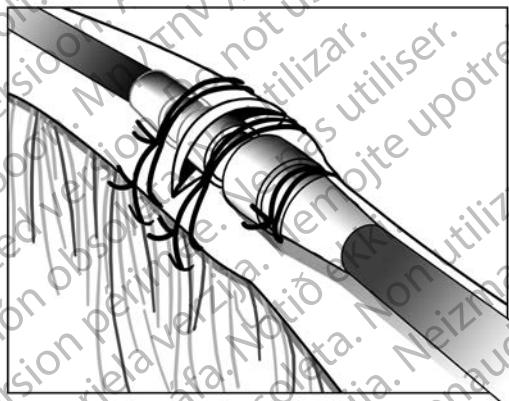

Figura 14. Esempio del manicotto di sutura, tecnica di dissezione venosa
3. Utilizzando la stessa scanalatura, fissare l'elettrocattetere e la vena alla fascia adiacente (Figura 14 Esempio del manicotto di sutura, tecnica di dissezione venosa a pagina 35).